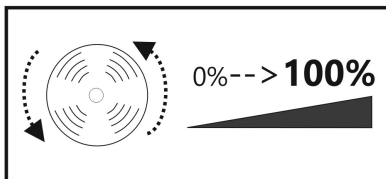

Bild 9
- Schieben Sie den Steuerknüppel für die Motorfunktion langsam von der untersten in die oberste Stellung (Bild 9). Der Propeller wird anlaufen und die Drehzahl in Abhängigkeit von der Stellung des Steuerknüppels erhöhen.